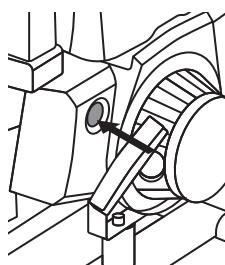

Рис. 8
Кнопка выключения зажигания (рис. 8) служит только для остановки двигателя мотопомпы. Нажимать её перед запуском двигателя не требуется. Кнопка выключения прерывает прохождение тока в системе зажигания, только на время её нажатия и удержания. Нажмите и удерживайте кнопку до полной остановки двигателя и прекращения работы мотопомпы.
8. После запуска двигателя убедитесь в том, что мотопомпа подаёт воду, в противном случае остановите двигатель кнопкой выключения (рис. 8).
зажигания двигателя до полной остановки (рис. 8).